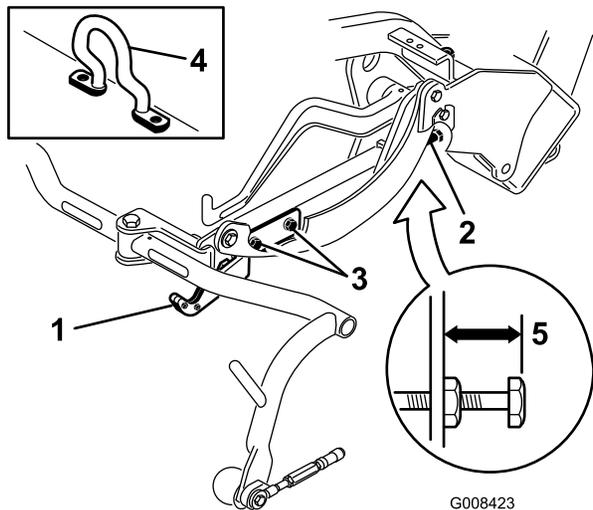
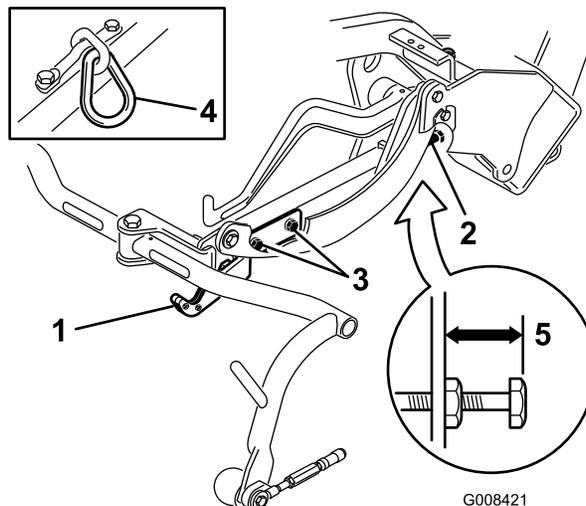
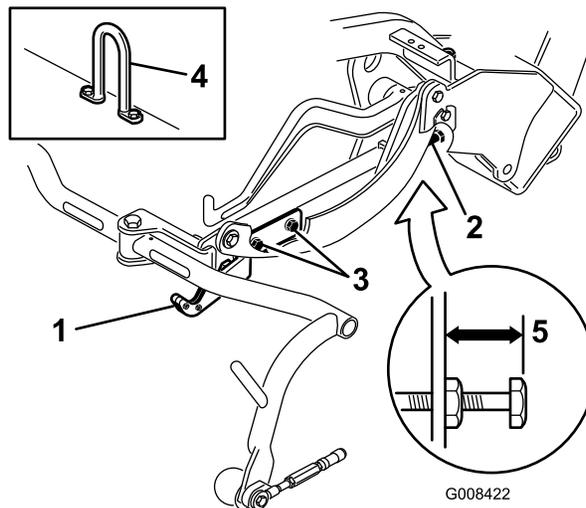

Рисунок 12
Рисунок 13
Рисунок 14
- На режущих блоках, оборудованных звеном цепи или прямой подъемной проушиной (Рисунок 13 и Рисунок 14, врезка), убедитесь, что расстояние от верха регулировочного винта несущей рамы до задней стороны несущей рамы составляет 22 мм. Если расстояние не равно 22 мм, перейдите к этапу 4. Если режущий блок оборудован S-образным подъемным крюком (Рисунок 12), перейдите к следующему этапу.
Проверьте и при необходимости отрегулируйте транспортную высоту (Рисунок 13 и Рисунок 14).
- На режущих блоках, оборудованных подъемной проушиной (Рисунок 14, врезка), убедитесь, что расстояние от верха регулировочного винта несущей рамы до задней стороны несущей рамы составляет 25 мм. Если расстояние не равно 25 мм, перейдите к пункту 4.
4. Ослабьте винты крепления транспортной планки (Рисунок 13, Рисунок 14 и Рисунок 12).
7. Если несущие рамы находятся на разной высоте, ослабьте контргайку на регулировочном винте несущей рамы (Рисунок 12, Рисунок 13 и Рисунок 14). Выкручивайте винт для подъема и вкручивайте для отпускания. При достижении требуемой высоты затяните контргайку.